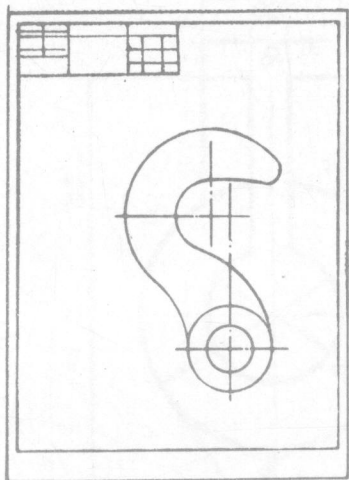

图1-3
4. 用几何作图方法画出图形的轮廓线（找出圆心和切点的位置），如图1-3。